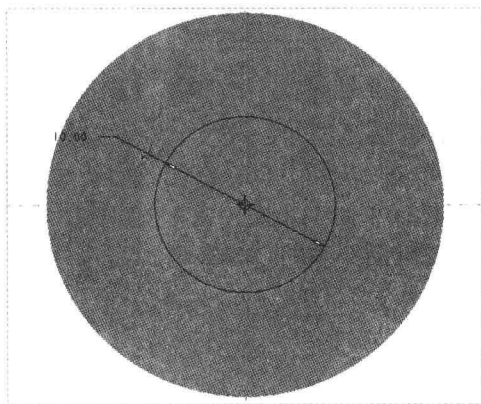

图 16-69 绘制截面 7
Step 13 采用与上同样的方法,使用“拉伸”命令,弹出“拉伸”选项卡,在绘图区选择合适的平面作为草绘平面,进入草绘环境;单击“草绘”选项卡中的相应按钮,绘制截面,如图 16-69 所示,单击“关闭”面板中的“确定”按钮 ,完成截面绘制并退出草绘环境。